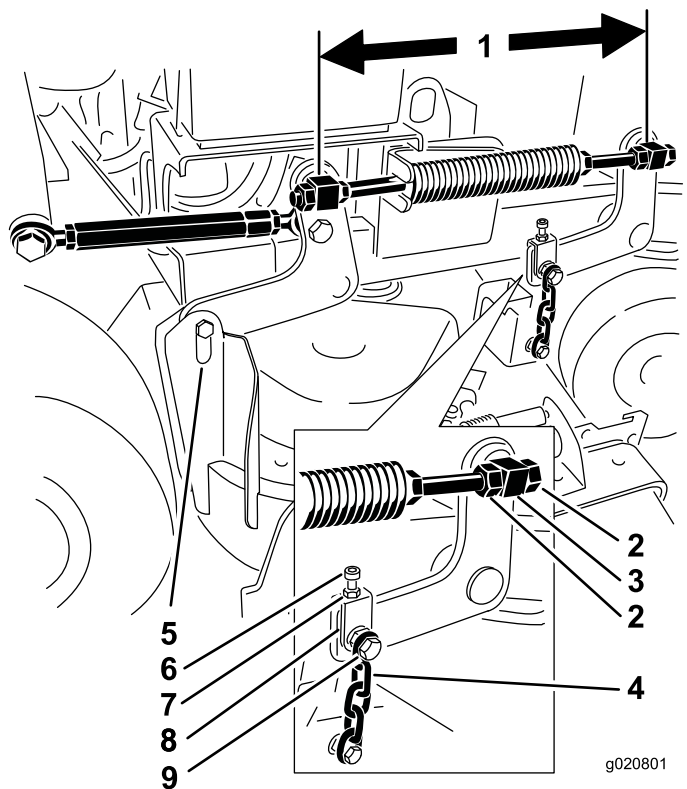

Figure 78
1. Contrôlez la distance entre les centres des pivots (entraxe) sur chaque tige filetée (Figure 78).
2. Desserrez les écrous de blocage du pivot **avant** (Figure 78).
4. Resserrez les écrous de blocage du pivot **avant** (Figure 78).
6. Si un réglage est nécessaire, desserrez le boulon de chaîne supérieur (Figure 78).
- Resserrez les écrous de blocage sur les pivots avant gauche et droit (Figure 78).
- Desserrez les écrous de blocage sur les pivots avant gauche et droit (Figure 78).
- Desserrez les écrous de blocage du pivot avant gauche (Figure 78).
- Resserrez les écrous de blocage du pivot avant gauche (Figure 78).
5. Desserrez les boulons de chaîne supérieurs (Figure 78).
6. Desserrez les écrous de blocage sur chaque chape (Figure 78).
8. Resserrez les écrous de blocage et les boulons de chaîne supérieurs (Figure 78).